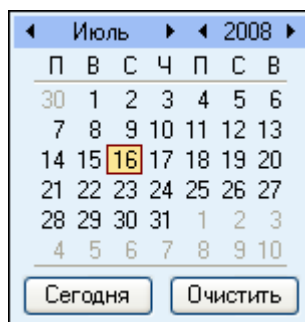

Рисунок 19 - Календарь для выбора даты
- «Дата поверки» - дата последней поверки прибора учёта (необязательный параметр). По умолчанию ставится дата добавления точки учёта. Для изменения даты вызывается «календарь», в котором можно выбрать нужную дату (рисунок 19):